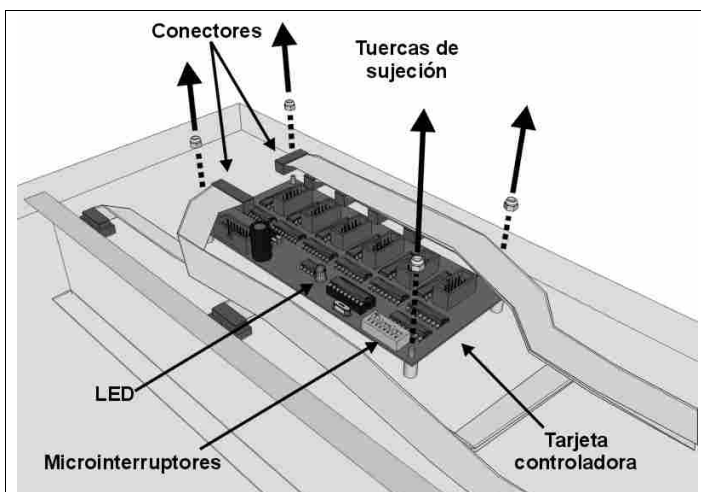

Fig. 18: Cambio de una tarjeta controladora
2. Cambie el cable que conecta la tarjeta de LEDs con la controladora (Fig. 18).
- b) localice la tarjeta controladora conectada al grupo de tarjetas de LEDs defectuosas con cables planos de 10 contactos (Fig. 18). Si conectando el marcador a la corriente, el LED de dicha tarjeta controladora (Fig. 18) se queda apagado o intermitente, cambie la tarjeta controladora (véase el capítulo 7.2); en cambio, si el LED sigue apagado:
6. Localice la tarjeta (o tarjetas) controladora montada dentro del soporte (Fig. 18) a la que están conectadas las tarjetas de LEDs defectuosas. Quite de la tarjeta todos los conectores anotando su posición.
7. Desatornille las cuatro tuercas de sujeción de la tarjeta controladora (Fig. 18) con un destornillador de 5,5 mm y sáquela de su alojamiento.